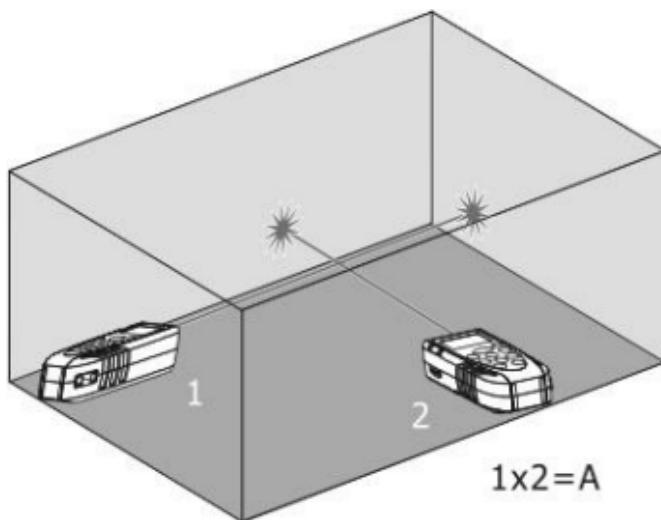

Fig. 5: Ejemplo de medida de Área
3. Pulse la tecla para realizar la primera medida (longitud) de la superficie a medir (vea Fig. 5). El valor correspondiente se inserta en la primera pantalla parcial. El símbolo “” se muestra en pantalla con el lado “2” parpadeante
4. Pulse nuevamente la tecla para realizar la segunda medida (anchura) de la superficie a medir (vea Fig. 5). El valor correspondiente se muestra en la segunda pantalla parcial mientras que el valor total del área (actualizado) se reporta en la pantalla resultante